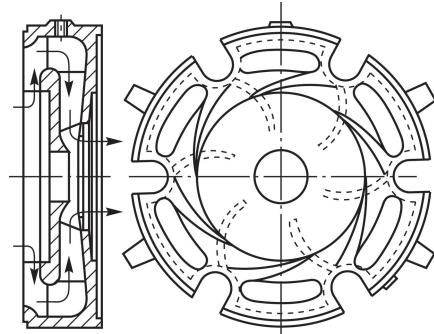

图 1-9 导轮
(2)导轮。导轮是一个固定不动的圆盘,正面有包在叶轮外缘的正向导叶,这些导叶构成了一条条扩散形流道,背面有将液体引向下一级叶轮入口的反向导叶,其结构如图 1-9 所示。液体从叶轮甩出后,平缓地进入导轮,沿着正向导叶继续向外流动,速度逐渐降低,动能大部分转变为静压能。液体经导轮背面的反向导叶被引入下一级叶轮。